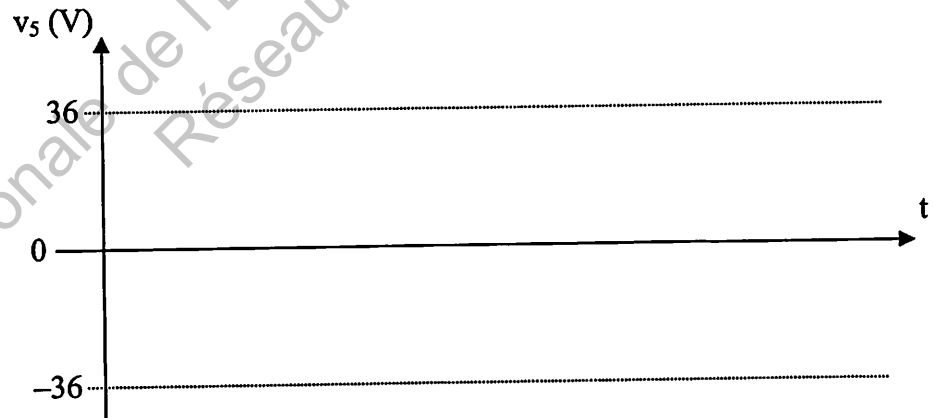

Figure 8
On modifie la nature de la commande de l'onduleur en décalant d'un retard $T/6$ (égal à un sixième de période) la commande des interrupteurs K_3 et K_4 . Cette commande de l'onduleur est représentée sur la figure 8 du document réponse 4.
- 2.1. Tracer l'allure de la nouvelle tension v_5 aux bornes de la charge sur la figure 8 du document réponse 4, page 10.